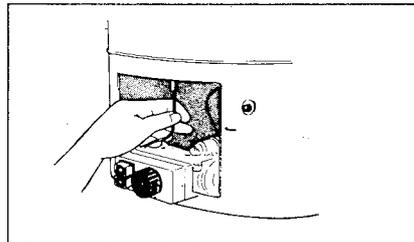

Bild 12
- Thermofühler aus der Tauchhülse (Bild 12) herausziehen.